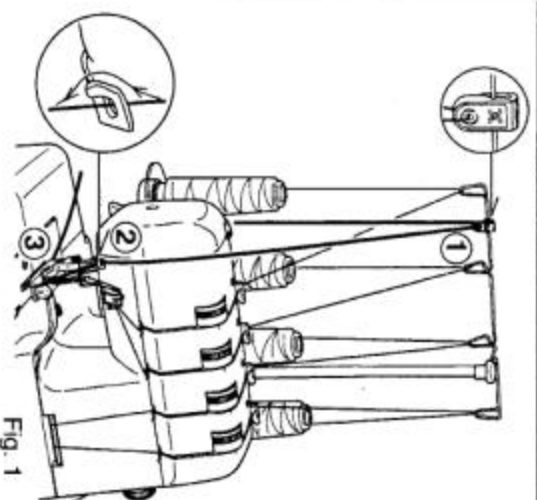

Fig. 1
3. Turn the fabric, lower the presser foot and begin stitching in the new direction. Fig. 1.
3. Tourner le tissu, redescendre le pied presseur et coudre dans la nouvelle direction (Fig. 1).
3. Gire el tejido, baje el pie prensateñas y continúe cosiendo en la nueva dirección. Fig. 1.
3. Ruotare il tessuto, abbassare il piedino pressore e cominciare a cucire nella nuova direzione. Fig. 1
3. Draai de stof, laat het voetje op de stof zakken en naai in de nieuwe naairichting. Fig. 1.
1. Place a "filler" cord, such as a crochet cotton, glimp, wool, knitting yarn, or shirring elastic at the rear of the machine spool pin. Pass the cord through the cord guides (1) and (2) and then through the left needle thread guide (3). See Fig. 1.
1. Placer un fil de renfort, tel que fil de laine, cordonnet fin ou élastique, etc. ... à l'arrière des porte-bobines de la machine. Passer le fil de renfort dans les guides spéciaux (1) et (2) montés sur la coque de la machine, puis dans le passe-fil de l'aiguille gauche (3). Voir Fig. 1.
2. Insertar el cordón a través de las guías del cordón (1) y (2) y luego a través de la guía del hilo de la aguja izquierda (3). Ver Fig. 1.
1. Porre un cordone quale cotone da crochet, lana, filo di maglia o filo elastico, dietro il perno della spola di filo. Far passare il cordone attraverso il guida filo ago di sinistra (3) vedere Fig. 1
1. Plaats een koorde van katoen, elastiek, of wollen draad, aan de achterzijde van de machine op de tafel. Geleid het koorde door de extra koordgeleiders (1) en (2) en daarna door de linker naalddraadgeleider (3). Zie Fig. 1.